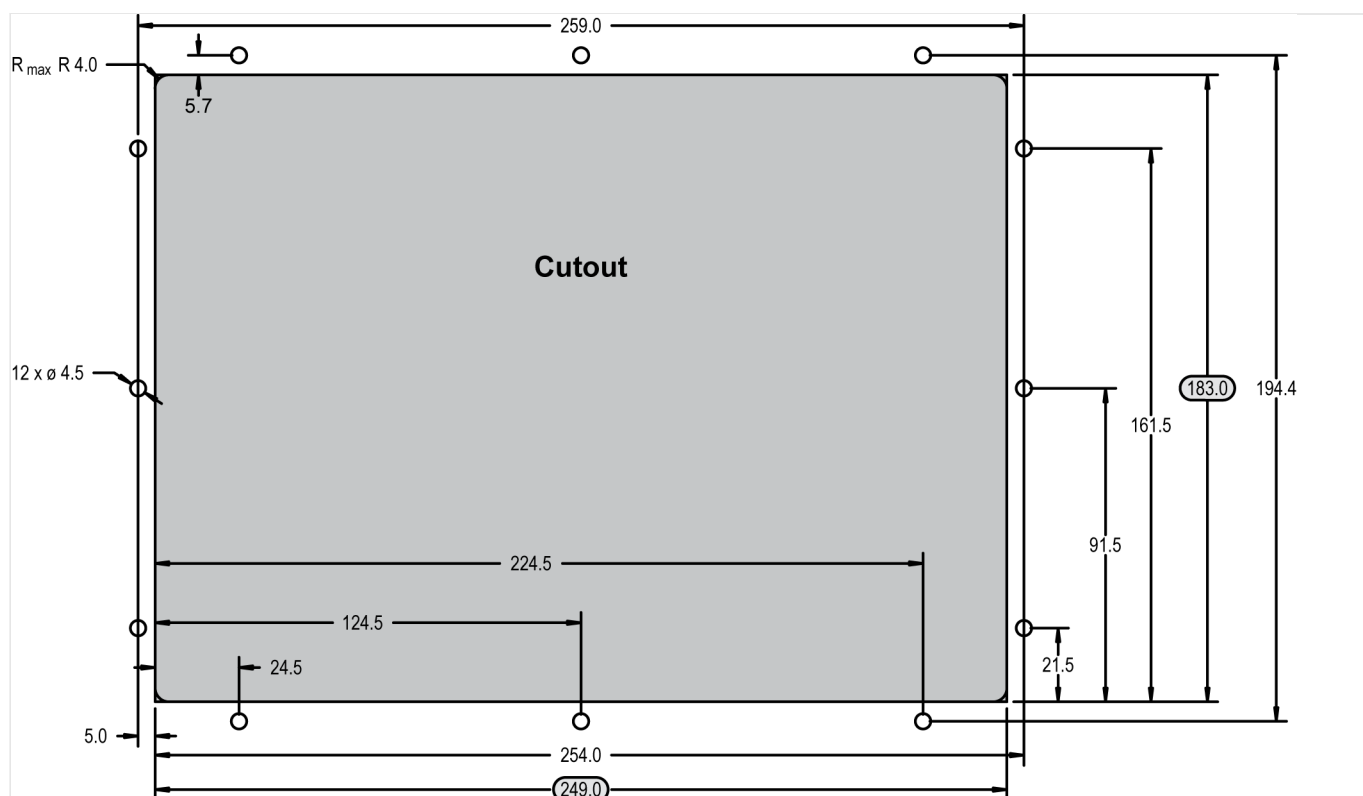

Fig. 16: Boîtier en plastique - Schéma de perçage
Le boîtier est équipé de 12 inserts (↳ Fig. 16) qui doivent tous être correctement serrés pour offrir le niveau de protection requis.
1. ▷ Découpez le panneau et percez les trous selon les dimensions indiquées dans la Fig. 16 (dimensions en millimètres).